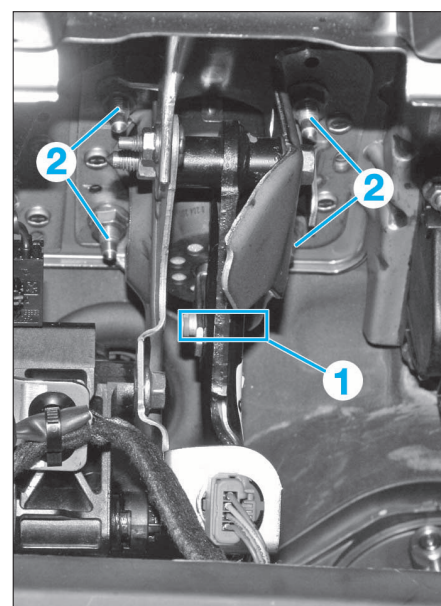

FIG. 17
- Déposer (Fig.17) :
- l'axe (1)
- les écrous (2)